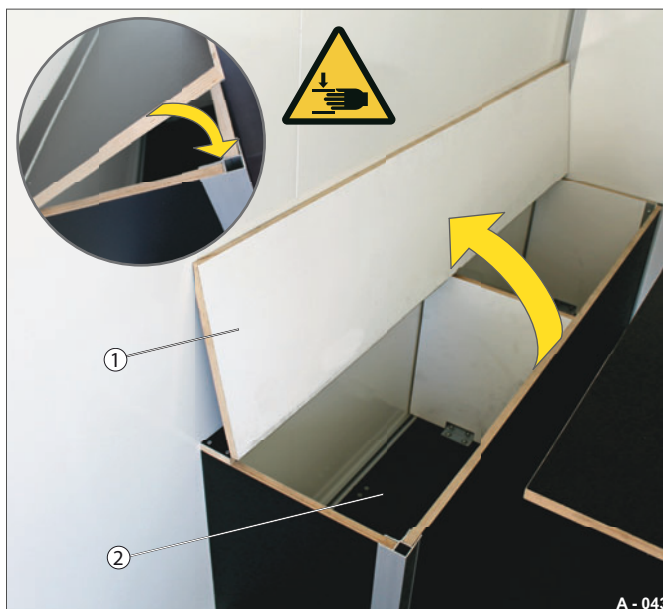

Abb. 22 Sitztruhe nutzen
- ▶ Klappen Sie den Sitzbank-Deckel (Abb. 22/1) nach oben.
- Der Stauraum (Abb. 22/2) kann genutzt werden - siehe „Ladungsverteilung / Ladungssicherung“ auf Seite 14.